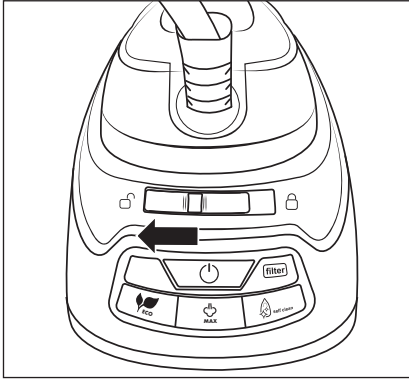

Fig. 4
- 2) Desbloquee la plancha de vapor **1** desplazando el interruptor de bloqueo **15** hacia la izquierda en dirección al símbolo (desbloqueado) (consulte la fig. 4).